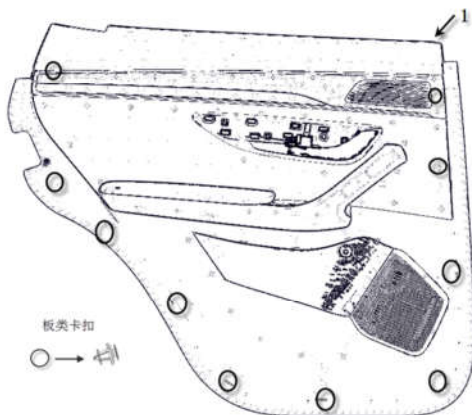

图9-1-5 左后门护板卡扣位置示意图
(5) 如图9-1-5，用手掰上本体前端，如箭头1处，将门护板上本体与水切分离，然后用缠有胶带的一字起将板类卡扣依次从钣金孔剥离，即可将门板总成从钣金上取下（此时门护板有线束约束，不可拉扯过远）。